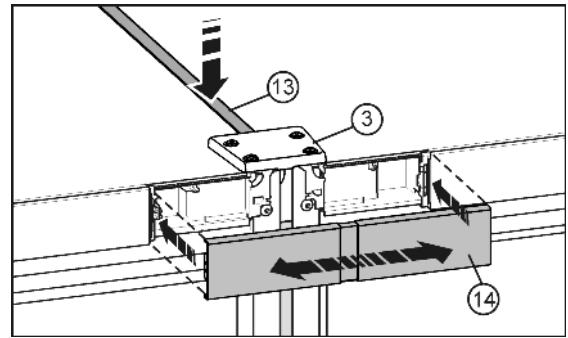

Fig. 10
- ▶ Op de bovenkant de korte lijst Fig. 10 (13) in de spleet drukken. De lijst moet aan de voorkant op één lijn met de verbindingstrip Fig. 10 (3) liggen.
- ▶ Afdekking Fig. 10 (14) op de nog open tussenuimte van de beide bedieningsstroken vastklikken. Let erop, dat de buitenkanten van de afdekking op één lijn met de bedieningsstroken liggen. Indien nodig kan de afdekking worden uitgeschoven.